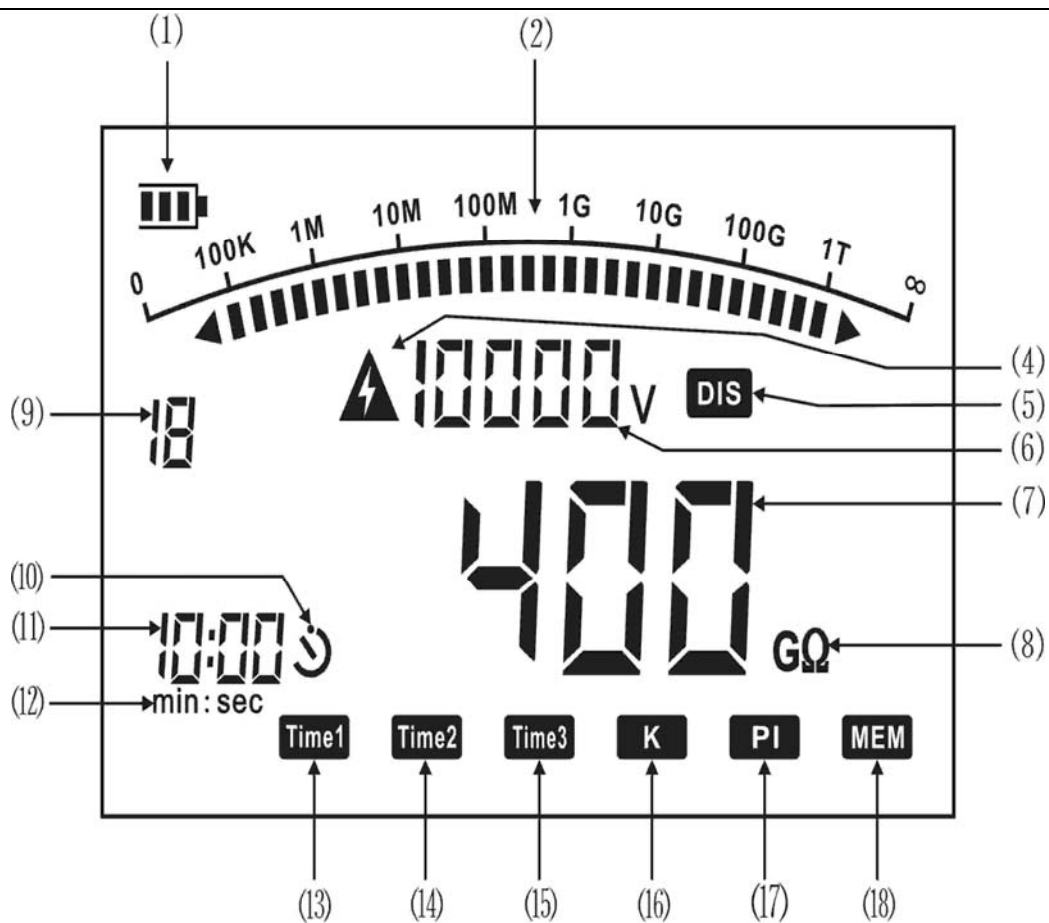

图 2：液晶显示屏显示内容
- 3、将带高压测试线红色插头端插入（3）LINE端，绿色插头端插入（2）GUARD端，另一端探针或夹子接于被试设备的高压导体上。将测试线副线（绿色）插入（2）GUARD端(右手边)，另一端接于被试设备的高压护环上，以消除表面泄漏电流的影响（详见“屏蔽端的使用方法”相关内容。将另外一根黑色副线测试线插入地端（EARTH）（1）端，另一头接于被试设备的外壳或地上，如图2所示。